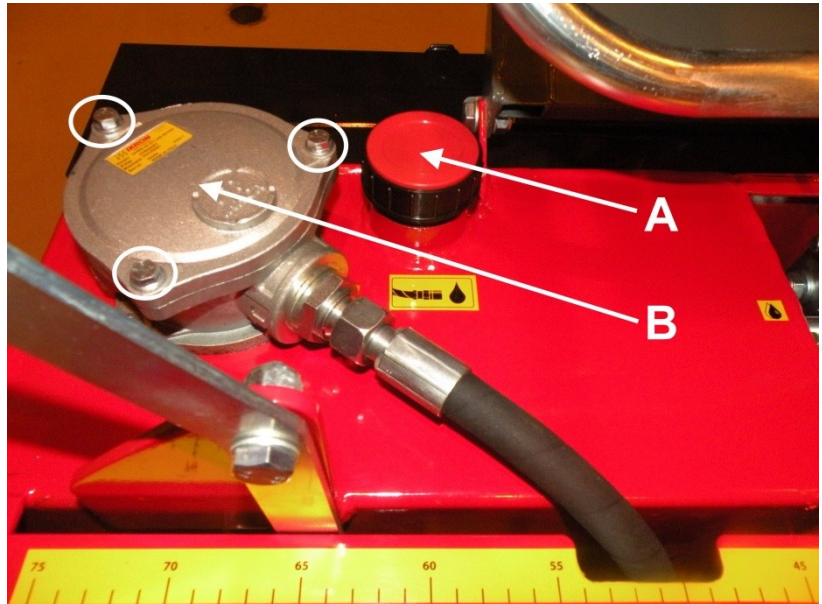

Bild 28.
2. Öppna hydrauloljans påfyllningskork A (oljan rinner lättare ur behållaren, bild 28).
4. Öppna locket till hydrauloljefiltret B (bild 28) och byt filtret.